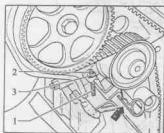

图 1-20 齿形皮带拆卸
⑦将螺杆 M5×55-1 拧入齿形皮带张紧器,将带大垫圈 3 的六角螺母 2 拧到螺杆 1 上,拉紧张紧器的高压活塞,取下齿形皮带,见图 1-20。